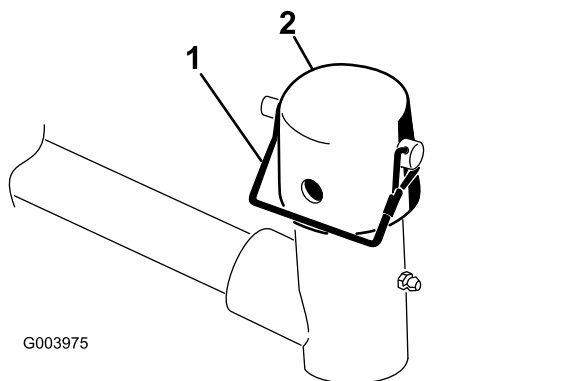

Figure 9
9. Retirez la goupille à fermoir et le capuchon de la chape de pivot du bras de levage (Figure 9).